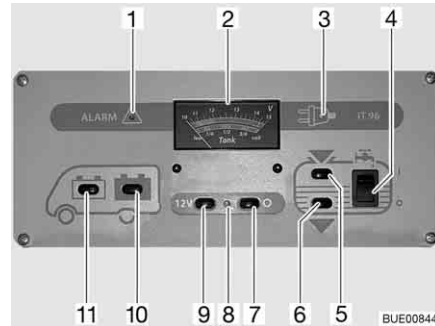

Fig. 98 Pannello di controllo IT 96-2
L'interruttore principale a 12 V (Fig. 98,7 e 9) inserisce o disinserisce il pannello di controllo e l'alimentazione a 12 V dell'abitacolo.
Accensione: ■ Premere l'interruttore (Fig. 98,9) "12 V": L'alimentazione a 12 V dell'abitacolo è inserita. La spia di controllo (Fig. 98,8) diventa verde.
Spegnimento: ■ Premere l'interruttore (Fig. 98,7) "O": L'alimentazione a 12 V dell'abitacolo è disinserita. La spia di controllo (Fig. 98,8) si spegne.
Per l'indicatore volt/serbatoio (Fig. 98,2) leggere la scala superiore. L'indicatore si illumina automaticamente appena viene premuto un interruttore.
- Premere l'interruttore (Fig. 98,11) "☺": Viene indicata la tensione della batteria di avviamento.
- Premere l'interruttore (Fig. 98,10) "☹": Viene indicata la tensione della batteria dell'abitacolo.
Per l'indicatore volt/serbatoio (Fig. 98,2) leggere la scala inferiore. L'indicatore si illumina automaticamente appena viene premuto un interruttore.
- Premere l'interruttore (Fig. 98,5) "": Viene indicato il livello del serbatoio dell'acqua.
- Premere l'interruttore (Fig. 98,6) "": Viene indicato il livello del serbatoio delle acque grigie.
- Premere in alto l'interruttore a bilico (Fig. 98,4) "I": L'alimentazione idrica è accesa.
- Premere l'interruttore a bilico in basso (Fig. 98,4) "O": L'alimentazione idrica è spenta.
La spia luminosa rossa "ALARM" (Fig. 98,1) inizia a lampeggiare non appena la tensione della batteria dell'abitacolo scende al di sotto di 11 V (misurazione durante il normale esercizio) con conseguente rischio che la batteria si scarichi troppo.
La spia di controllo a 12 V (Fig. 98,8) si accende non appena l'interruttore principale a 12 V (Fig. 98,9) viene inserito.
La spia gialla di controllo a 230 V (Fig. 98,3) si accende quando all'ingresso della centralina elettrica è presente una tensione di rete.